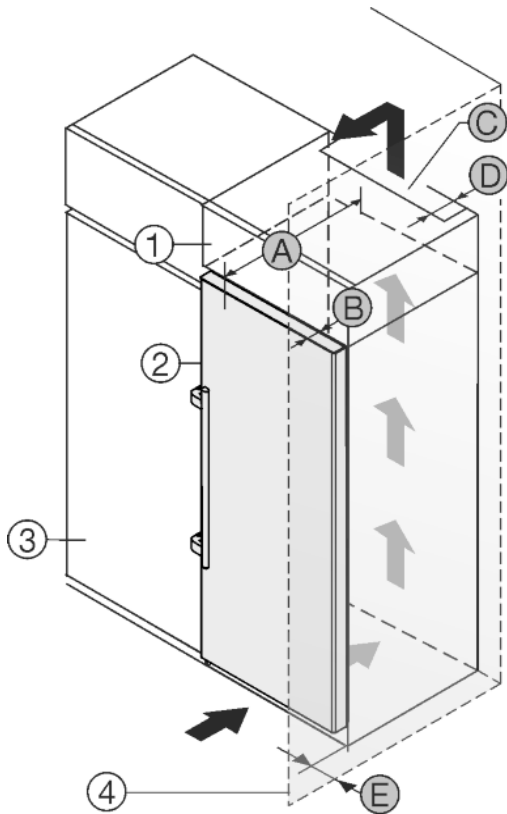

Fig. 22
Устройство может быть окружено кухонными шкафами. Чтобы уравнять устройство Fig. 22 (2) по высоте с кухонной стенкой, можно установить над устройством дополнительный шкафчик Fig. 22 (1).
Установить устройство можно непосредственно рядом с кухонным шкафом Fig. 22 (3). Чтобы можно было полностью открыть двери, устройство должно выступать на глубину Fig. 22 (B) относительно передней стенки кухонного шкафа. В зависимости от глубины кухонных шкафов и использования пристенных распорок устройство может выступать и больше.
- На задней стенке дополнительного шкафчика должен быть вентиляционный канал с глубиной Fig. 22 (D) по всей ширине этого шкафчика.
- Нужно соблюдать вентиляционное отверстие Fig. 22 (C) под нижней панелью.
Если устройство установлено на шарнирах у стены Fig. 22 (4), то нужно соблюдать расстояние Fig. 22 (E) между устройством и стеной. Настолько выступает ручка при открытой дверце.